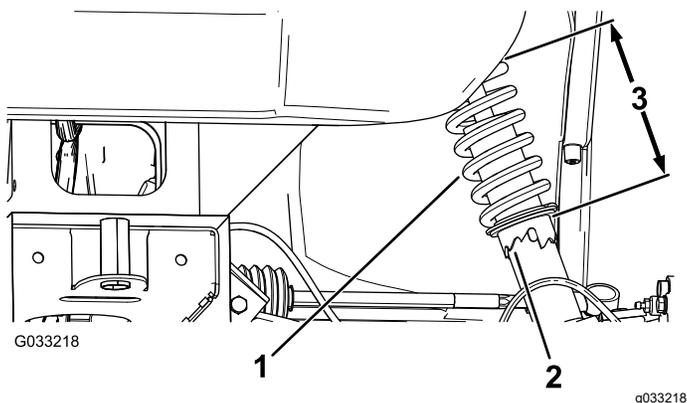

Рисунок 56
2. Если развал не отрегулирован, используйте ключ, чтобы повернуть кольцо на амортизаторе для выравнивания колеса (Рисунок 56).